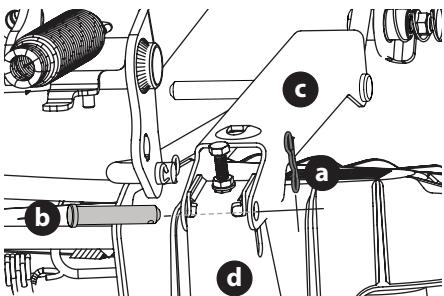

Figura 40
- a. Extraiga los dos pasadores con unión curva (a) de los pasadores de horquilla (b) que sujetan los soportes del varillaje de elevación (c) a los soportes traseros de elevación de la plataforma (d) en la plataforma. Extraiga los pasadores de horquilla (b) (Figura 40).